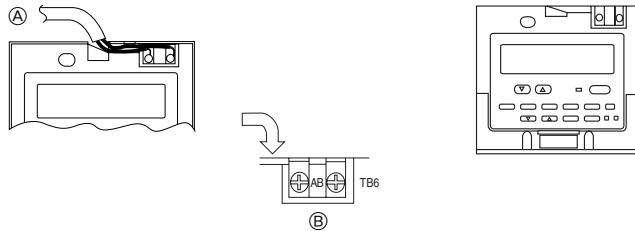

Fig. 9-4
2) Procedimientos de conexión (Fig. 9-4)